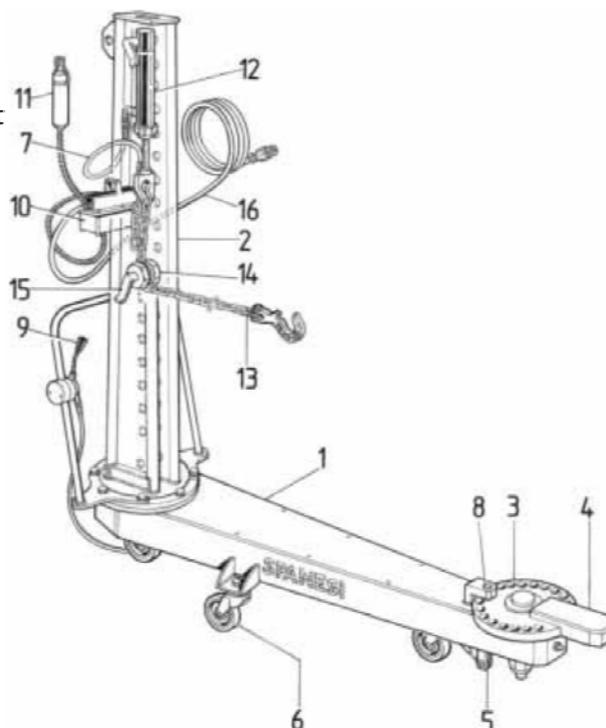

ABBILDUNG 3: Ausrichtbarem Zugarm
Die grundsätzlichen Teile des Zugsystems mit Zugarm sind (Abb. 3):
Das **ausrichtbare Zugarm** (Abbildung 3) besteht grundsätzlich aus einem Ständer (2), am horizontalen Körper befestigt und in der Ebene ausrichtbar. Der Ständer wird unter Spannung gesetzt durch einen einfach wirkenden ölhdraulischen Hebebock, abgedeckt mit Schutzgehäuse (12 - Abb.3).
Die lufthydraulische Pumpe kann über die in der Werkstatt bestehende Pressluft oder über einen tragbaren Kompressor über die Schlauchleitung (16) gespeist werden. An der unter Zug zu setzenden Fahrzeugkarosserie wird eine angemessen resistente Kette (13 - Abb. 3) eingehakt, die wiederum an der Kettenrolle (14) festgemacht wird.